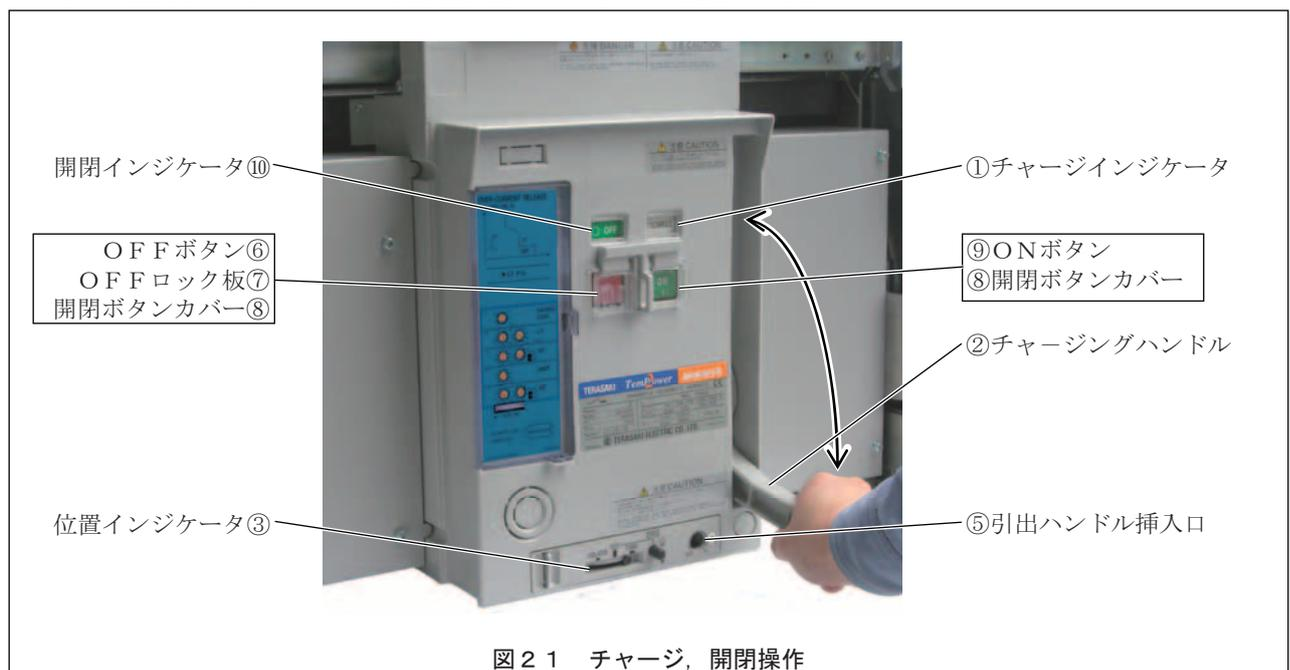

図2-1 チャージ, 開閉操作
チャージインジケータ（図2-1①）の表示が「DISCHARGED」から「CHARGED」に変わるまで、チャージングハンドル（図2-1②）を前に倒して戻す操作を繰り返します。チャージングハンドルの最大操作範囲 約90°でチャージ操作すると、10～13回程度の操作でチャージは完了します。